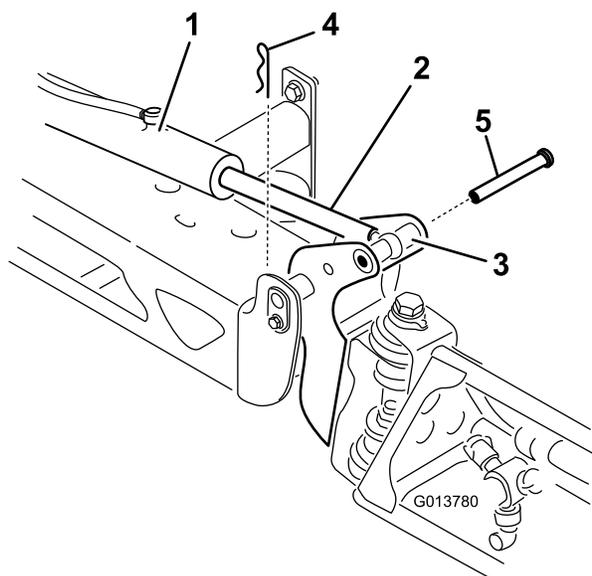

Figura 69
2. Retire o gancho do passador de forquilha (Figura 69).
3. Eleve a secção, retire o passador de forquilha e lentamente baixe a secção para o solo (Figura 69).
7. Enquanto sustenta a secção de pulverização, insira o passador de forquilha através tanto da articulação da rampa como da barra do acionador (Figura 69).